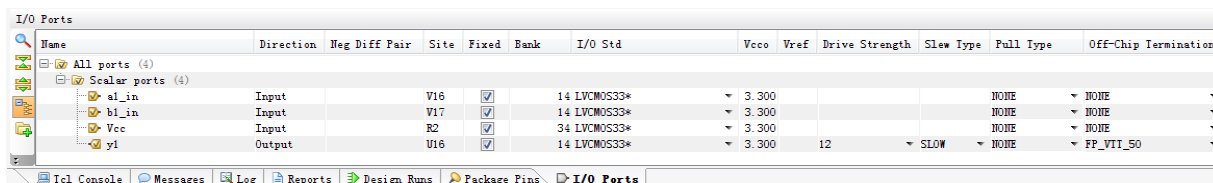

图 2-17 引脚约束
3) 在屏幕下方 I/O ports 窗口中将设计端口与 FPGA 引脚进行关联, 如图 2-17。